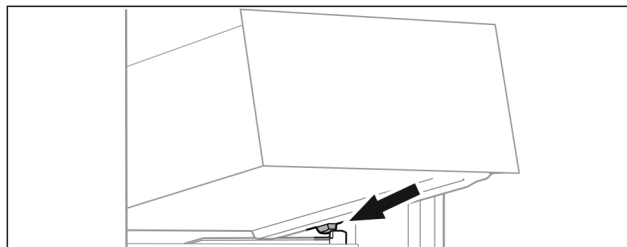

Fig. 20
- ▶ Așezați sertarul oblic în spatele opritoarelor pe nervura recipientului *Fig. 20 (1).*